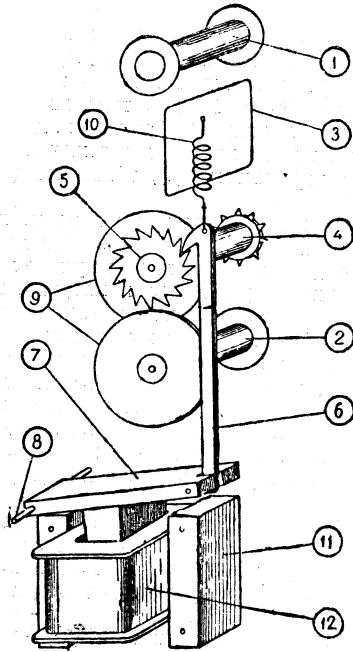

Рис. 2
Кассета для пленки представляет собой продолговатую жестяную штампованную коробку. Внутреннее устройство ее видно на рис. 2. Внутри этой коробки помещаются две катушки для пленки. Одна из них, верхняя, — подающая (см. рис. 2), а другая, нижняя (2), — принимающая. Между этими катушками имеется окошко — рамка (3), ограничивающая размеры проектируемого кадра, и зубчатый барабан (5), служащий для перемещения пленки. Этот барабан посредством насаженного на общую с ним ось храпового колеса (4) и собачки (6) сцеплен с якорем электромагнита (7), расположенного в нижней части кассеты. Зубчатый барабан фрикционно соединен с нижней принимающей катушкой для пленки (9). Передняя стенка кассеты для зарядки пленкой катушек открывается, и при этом катушки сами при помощи очень простого приспособления автоматически выбрасываются.